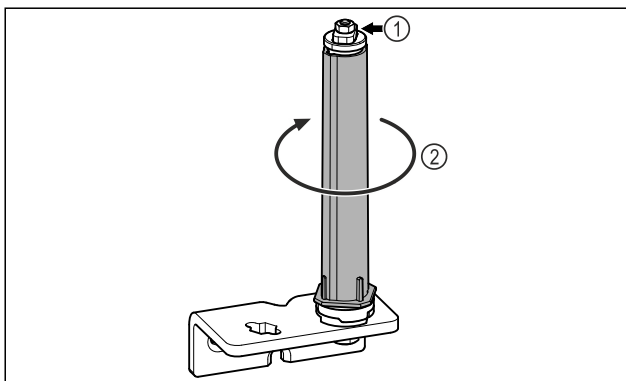

Fig. 21
- ▶ Не розбирати систему закриття дверей Fig. 21 (1).
- ▶ Повертати систему закриття Fig. 21 (2) до клацання.